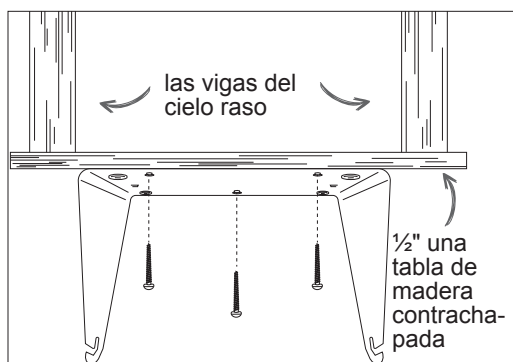

Figura 6
1. Fije firmemente una tabla de madera contrachapada (no suministrada) entre dos de las vigas del cielo raso, que sea como mínimo de  $\frac{1}{2}$  pulgada de grosor, 8 pulgadas de ancho y del largo suficiente para cubrir la distancia entre ambas vigas (Consulte la Figura 6). Nota: Debe haber un tomacorriente de 240 voltios a una distancia máxima de seis pies del calentador.